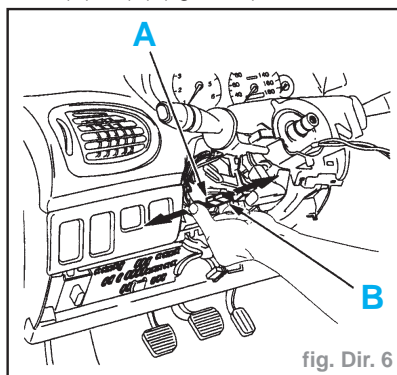

fig. Dir. 6
- Appuyer sur les deux languettes du connecteur orange et débrancher le connecteur en tirant sur les deux parties (A) et (B) (fig. Dir. 6).